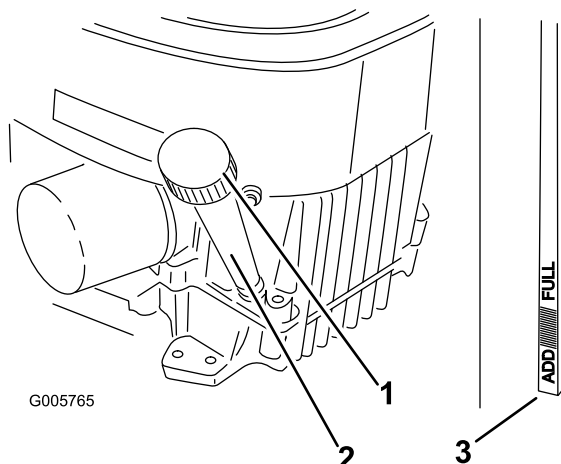

Figura 35
4. Limpe a zona em redor da vareta de óleo (Figura 35), para evitar que entre sujidade no orifício do filtro e possíveis danos no motor.
5. Retire a vareta do óleo e limpe a extremidade (Figura 35).
9. Substitua o filtro do óleo, se necessário (Figura 35).
10. Limpe a zona em redor da vareta de óleo e desaperte a tampa (Figura 35).
11. Coloque lentamente cerca de 80% da quantidade de óleo especificada no bocal de enchimento do óleo (Figura 35).